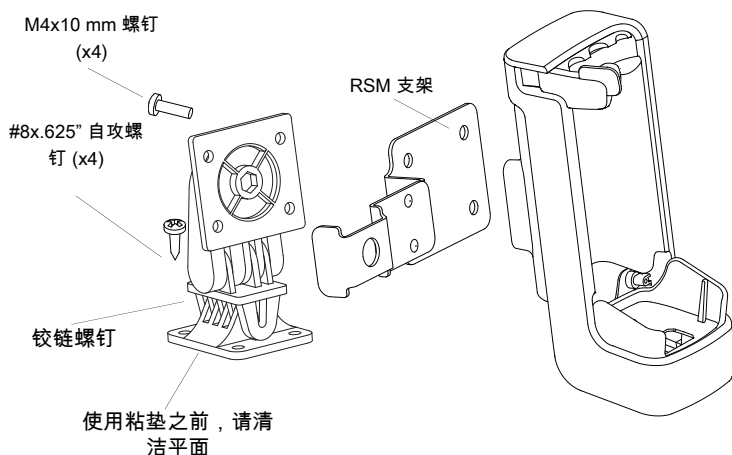

图 2. 安装充电座时, 使用以下步骤或
安装 PMLN7018 被动式车载支架套件时, 请遵循以下步骤或加以修改, 以满足特定车辆的要求。请参见上面的图 2:
5. 使用四个 M4x10 毫米的螺钉将底座 / 支架固定至支架的另半边, 您可以把 RSM 支架插入其中或单独安装 (如图 2 所示)。